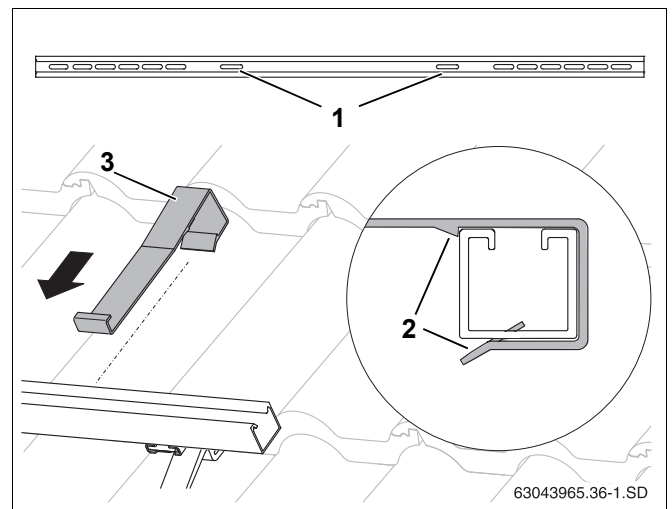

Рис. 34 Установка крепления от сползания
- Крепления от сползания (рис. 34, поз. 3) наденьте снаружи на профильные рейки так, чтобы они вошли во внутренние продольные отверстия (рис. 34, поз. 1) до защелкивания (рис. 34, поз. 2).